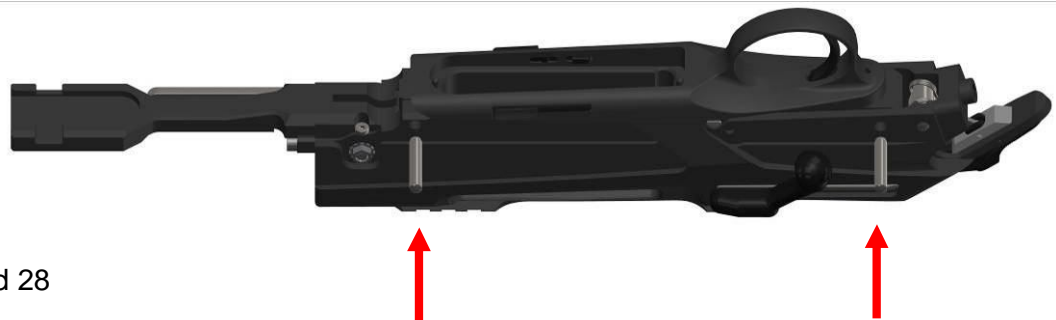

Bild 28
(7) System Oberteil mit System Unterteil mit zwei Zylinderstiften verbinden (Bild 28)